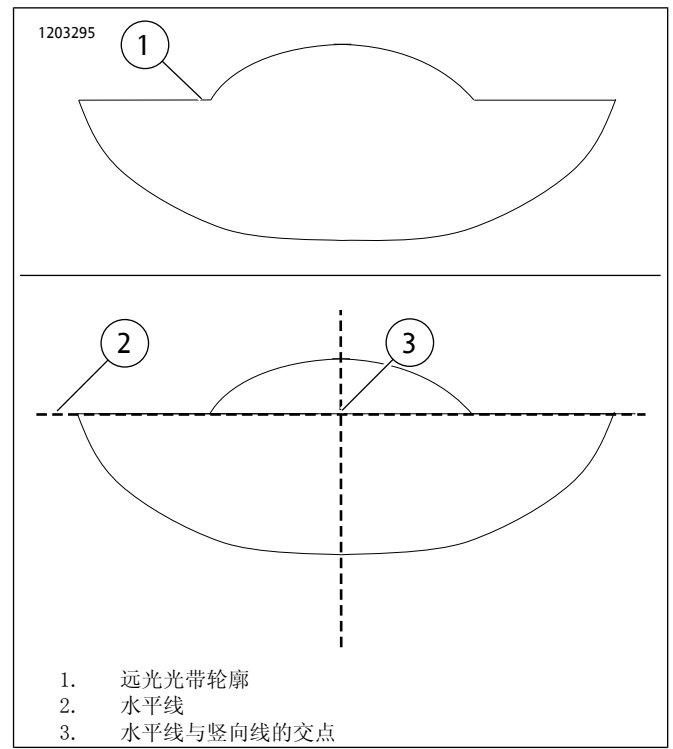

图10。对准前灯远光
- 参见图10。保持摩托车已加载并处于竖直状态，使其前轮正指向墙壁。